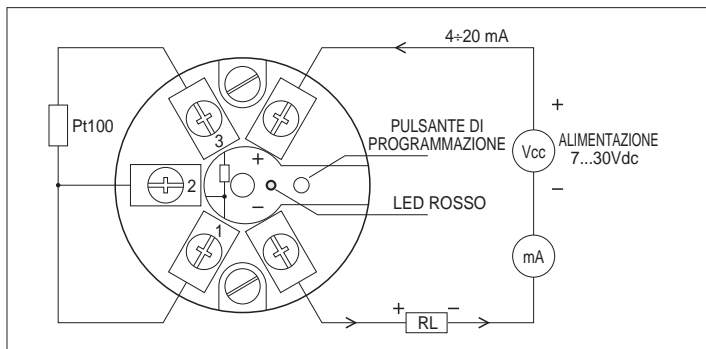

Fig. 2 Schema di collegamento e programmazione dei trasmettitori.
Uscita	4...20 mA (oppure 20...4 mA) 22 mA in caso di errata programmazione o temperatura fuori range (nota 1 e Fig. 2).
La Fig. 2 riporta gli schemi di collegamento dei trasmettitori nel loop di corrente. Per ottenere la massima precisione, la connessione al Pt100 deve essere fatta a 3 fili e con fili dello stesso diametro per garantire la stessa impedenza in ciascun collegamento. Con il simbolo RL (load) si rappresenta un qualsiasi dispositivo inserito nel loop di corrente vale a dire un indicatore, un controllore, un data logger o un registratore.
1. Connettere il trasmettitore da programmare come mostrato in Fig. 2 e impostare il calibratore Pt100 alla temperatura richiesta per i 4 mA (ad esempio supponendo di voler impostare il range -50...+200°C, si imposterà il calibratore a -50°C o equivalentemente si collegherà una resistenza di 80,31Ω tra i terminali 1 e 3 con 1 e 2 in cortocircuito).